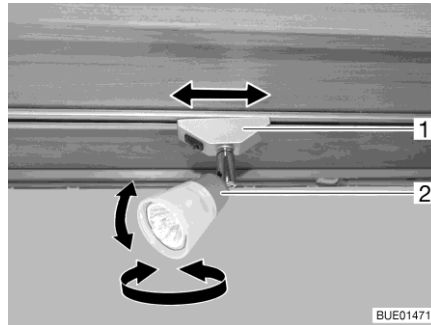
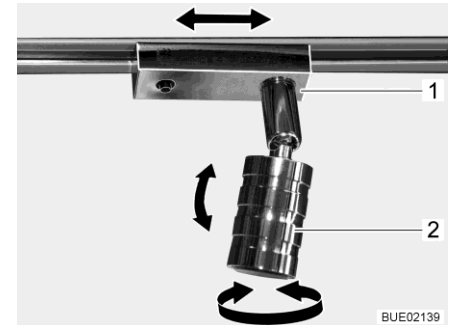

Bild 62 Spotleuchte
Bild 63 Spotleuchte (Alternative)
- Drehen:** ■ Gehäuse (Bild 62,2 bzw. Bild 63,2) fassen und drehen.
- Verschieben:** ■ Sockel (Bild 62,1 bzw. Bild 63,1) fassen und um ca. 45° drehen.
- Abnehmen:** ■ Sockel (Bild 62,1 bzw. Bild 63,1) fassen und um 90° drehen.